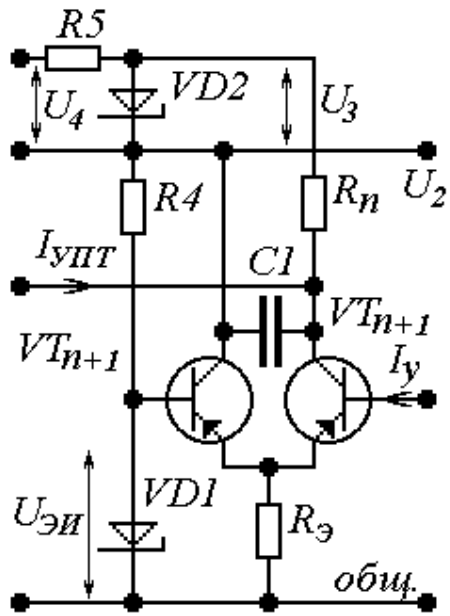

Рис.17. Вариант 3
$$R_5 \leq \frac{U_4 - U_3}{I_{см2min} + 3I_{УПТmax}}, \text{ для рис. 17, 18, 19, 20.} \quad (21)$$
$$U_{K_{n+1}} = U_{2\text{ном}} + U_3 - U_{\text{ЭИ}}, \text{ для рис. 17, 18, 19, 20.} \quad (32)$$
$$R_{Э} = \frac{R_n U_{ЭИ}}{2U_3}, \text{ для рис. 17, 18, 19, 20.} \quad (38)$$
$$I_{K_{n+1}} = \frac{U_{2ном} + U_3 - U_{ЭИ}}{R_n}, \text{ для рис. 17, 18, 19, 20.} \quad (40)$$